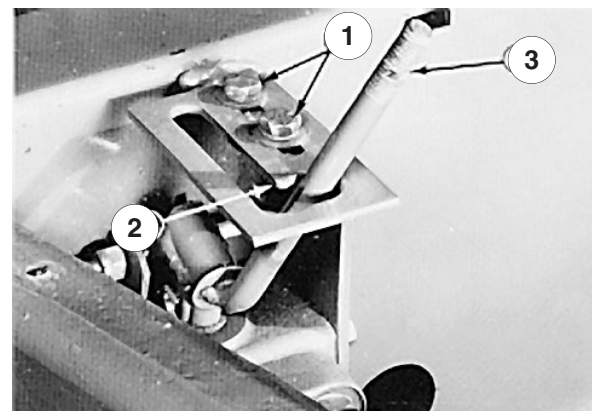

Bild 47
3. Lösen Sie die beiden Kopfschrauben oben auf der Hubhebelklinke (Bild 47). Platzieren Sie die Klinke auf der abgerundeten Spitze der Klinke (Bild 47) und schieben Sie die Klinke nach vorne, bis Sie einen Widerstand spüren. Dann ziehen Sie die Kopfschrauben an, um die Klinke zu befestigen. Überprüfen Sie, ob sich der Hubhebel frei bewegen lässt, indem Sie ihn von der Position ANHEBEN oder TRANSPORT in die Position SCHWEBEN bringen. Der Hubhebel sollte den abgerundeten Teil der Klinke gerade nicht berühren, wenn der Hebel in die Position SCHWEBEN gebracht wird.